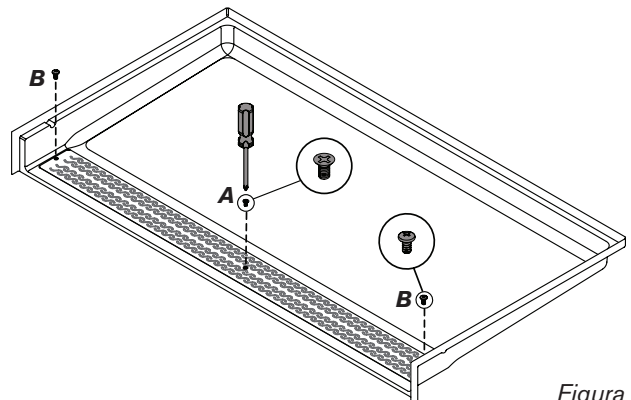

Figura 13
4 Para la rejilla atornillable: Cuando todos los orificios de montaje estén alineados, instale el tornillo de cabeza plana en el orificio central (A). **No lo ajuste.** Luego instale los dos tornillos de cabeza chanfleada en cada uno de los orificios de montaje de los extremos (B). No lo ajuste. Cuando todos los tornillos estén en su lugar, ajuste primero el tornillo del centro, luego los tornillos en los orificios de los extremos. (Figura 13)